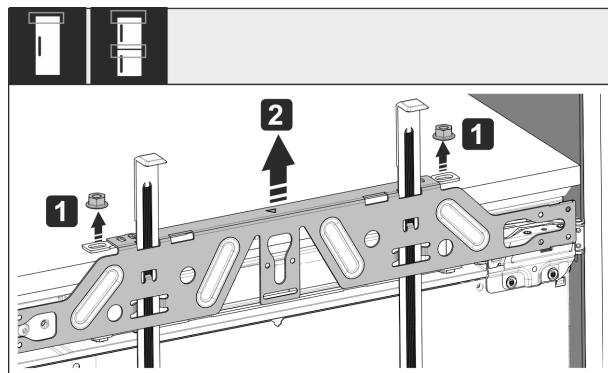

Fig. 51
- Avaa vastamutterit Fig. 51 (1).
- Irrota asennuskehys Fig. 51 (2).